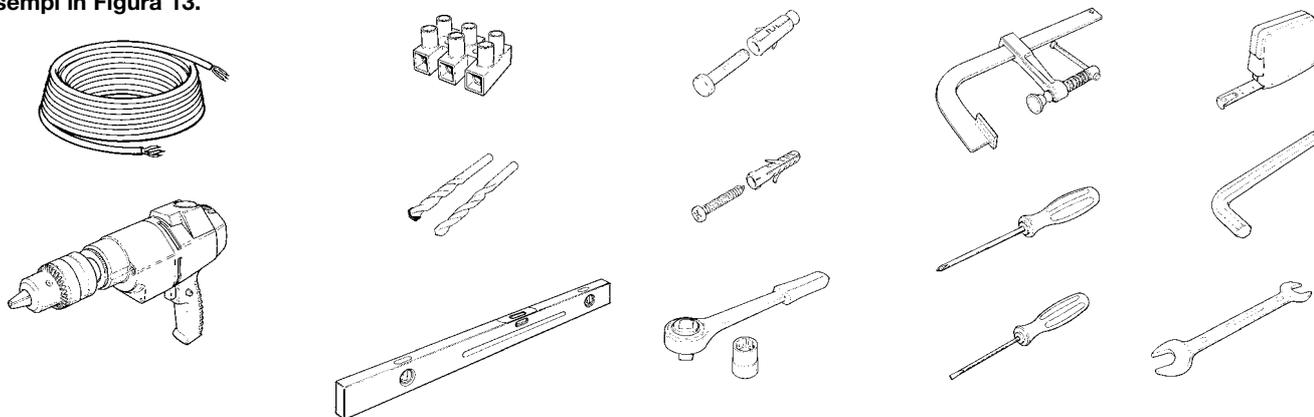

Figura 13
**Assicurarsi di avere tutti gli attrezzi ed il materiale necessario per effettuare l'installazione; verificare che siano in buono stato e conforme a quanto previsto dalle normative di sicurezza. Alcuni esempi in Figura 13.**